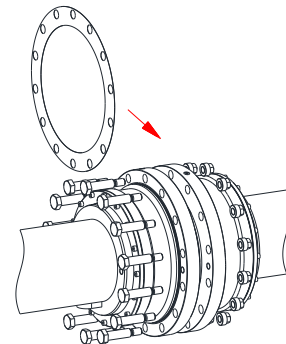

Bild 39
- Setzen Sie die Flachdichtung (Bauteil 5) ein und verschrauben Sie die Hülzen mit Hilfe der Sechskant-Passschrauben (Bauteil 3) und Muttern (Bauteil 4) unter Beachtung der vorgeschriebenen Anziehdrehmomente (siehe Tabelle 6) (siehe Bild 39).